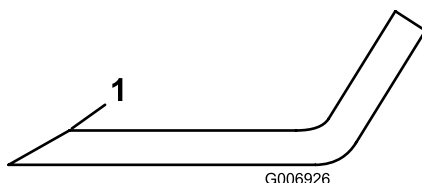

Bild 65
5. Untersuchen Sie die Schneidkanten aller Messer. Schärfen Sie alle stumpfen und ausgekerbten Schneidkanten. Schärfen Sie nur die Oberseite der Schneidkante und behalten dabei den ursprünglichen Schnittwinkel bei, um die Schärfe des Messers zu gewährleisten (**Bild 65**).
6. Wenn das Messer stumpf ist oder Kerben hat, schärfen Sie nur die Oberseite der Schneidkante und behalten Sie den Originalschnittwinkel bei (**Bild 65**).